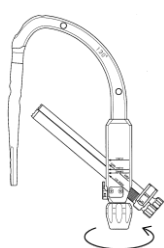

図4
- 5) ラグスクリュー/エクstrasクリュー用スリーブをターゲットデバイスに組み付け、下部のつまみを締め付けます。(図4)